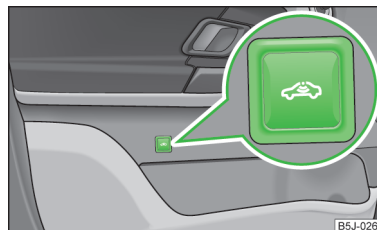

Fig. 17
- Pulse la tecla  » fig. 17 en la puerta del conductor.